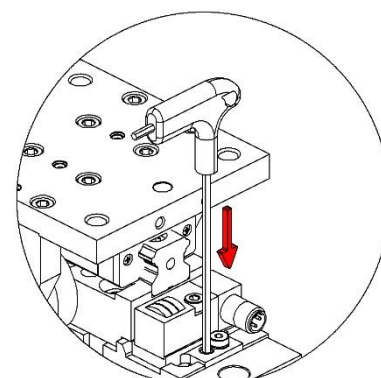

Imagen 3
- Poner una llave con \varnothing máx. 5 mm dentro del orificio, y empuje el resorte aplicando una fuerza $\geq 80\text{N}$; (Imagen 3)